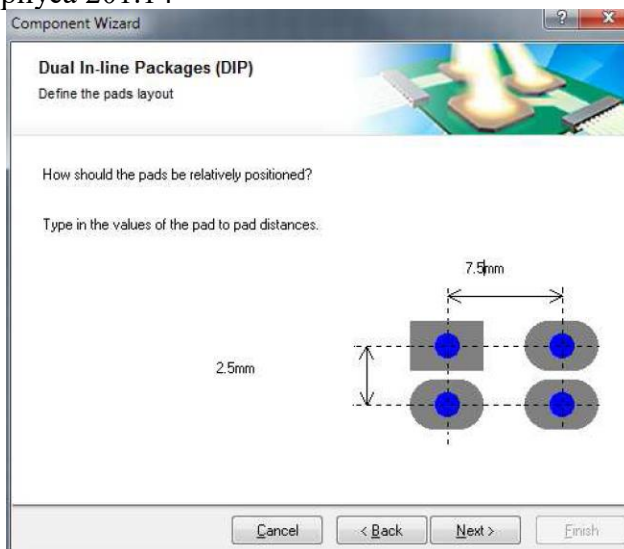

Рис. 22. Расстояние между КП для корпуса 201.14
4. Указать расстояние между КП в одном ряду (шаг ножек микросхемы) и расстояние между рядами КП в соответствии с чертежом корпуса (см. Рис. 22).